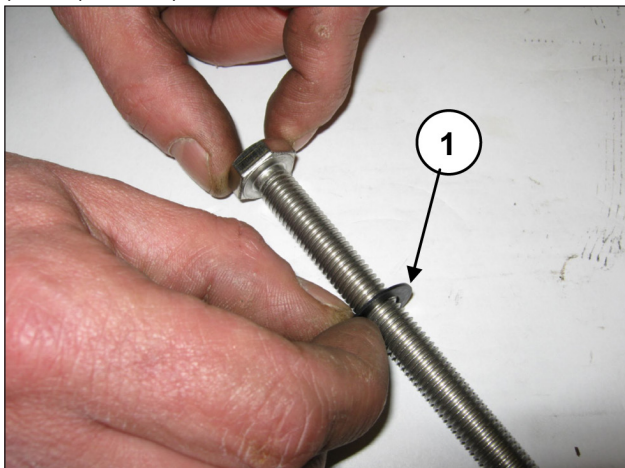

Рис. 156
Наденьте шайбу $\varnothing 10 \times 18 \times 0,9$ на крепежный винт поршня (поз. ①, Рис. 156).